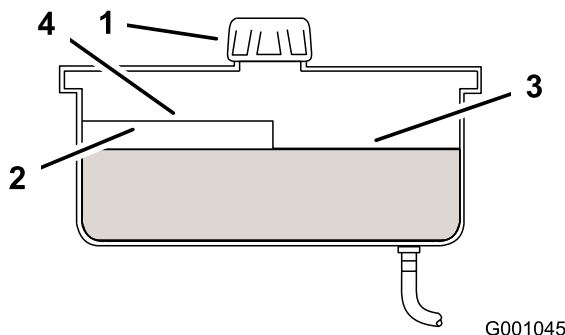

Figure 56
4. Nettoyez la surface autour du bouchon et du goulot de remplissage du réservoir hydraulique (Figure 56).
5. Retirez le bouchon du goulot de remplissage, et vérifiez si le réservoir contient du liquide. (Figure 56)
Remarque: Lorsque l'huile est chaude, elle doit atteindre le haut du repère "à chaud" sur le déflecteur (Figure 56).